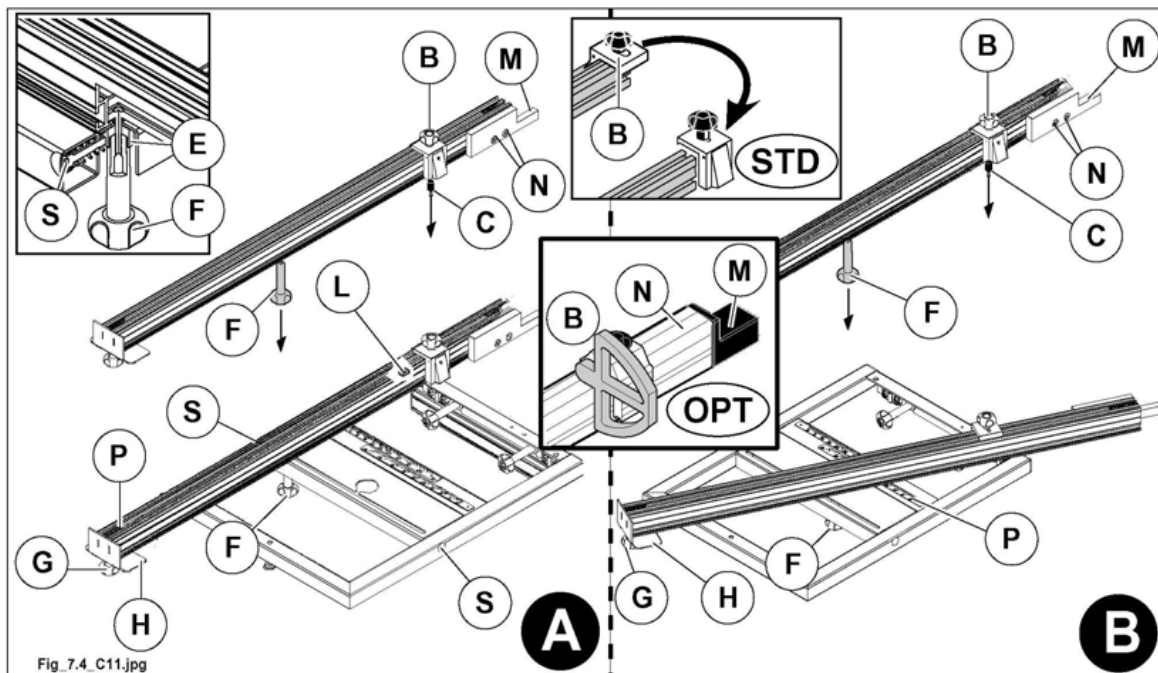

Fig. 7.4
- Placera den utdragbara linjalen så att stiftet (C fig. 7.4) kommer till stoppläge mot styrlisten (L fig. 7.4); styrlisten (L fig. 7.4) har ställts in av våra tekniker och används för att snabbt placera den utdragbara linjalen vid rätt avstånd från sågklingan (endast vid position vid 90°).
- Placera den utdragbara linjalen så att stiftet (E fig. 7.4) förs till stoppläge mot anordningen (S fig. 7.4).
- Dra åt handtaget (F fig. 7.4).
- Vid användning ska man kontrollera meterlinjalen (P fig. 7.4) för placering av stoppen (B fig. 7.4).
- Vid användning ska man placera linjalen med hjälp av plåten (P fig. 7.4).
Linjalen är försedd med en utdragbar teleskopisk förlängning (H fig. 7.4) som man vid behov kan dra ut efter att man lossat handvredet (G fig. 7.4).
När splitterskyddet (M fig. 7.4) slits ut ska man föra det närmre sågklingan genom att lossa de båda skruvarna (N fig. 7.4).
Den utdragbara linjalen är försedd med stopp (B fig. 7.4) De kan enkelt placeras för bearbetningar med stöd eller med tryck genom att man drar ut dem från linjalen och monterar dem på dess motsatta sida.
När splitterskyddet (M fig. 7.4) slits ut ska man föra det närmre sågklingan genom att lossa stiftet (N fig. 7.4). Den utdragbara linjalen är försedd med stopp (B fig. 7.4). Dessa kan man snabbt placera för bearbetning med antingen stöd eller påtryckning genom att helt enkelt vända på dem.